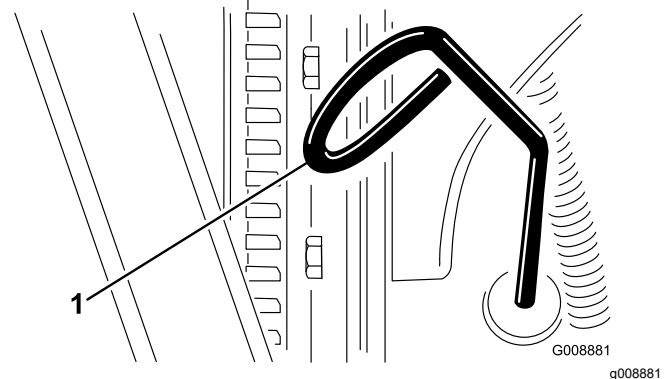

Figura 68
3. Retire a vareta de nível (Figura 68) e limpe-a com um pano limpo.